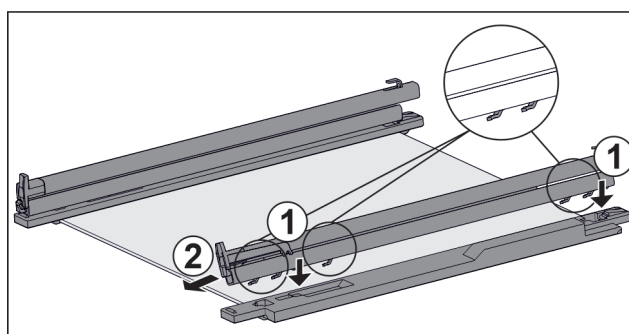

Fig. 130 Siinide ja hoideosadega klaasplaat
- ▶ Pange siinide konksud **vasaku** hoideosa avadesse. Fig. 130 (1)
- ▶ Tõmmake siini ettepoole. Fig. 130 (2)
- ▶ Pange siinide konksud **parema** hoideosa avadesse. Fig. 130 (1)